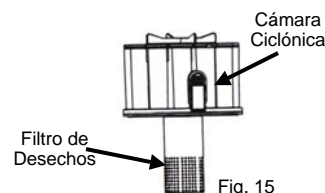

Fig. 15
3. Luego de vaciar el recipiente de la tierra, asegúrese de quitar cualquier resto de cabellos o fibras que se hayan acumulado alrededor del filtro de desechos. Para quitarlos, puede rasparlo suavemente contra el borde del cesto de basura. (Fig. 15)